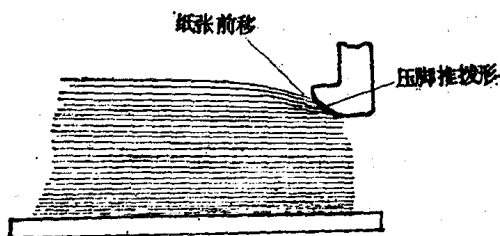

图2 吹风压脚磨损
7. 吹风压脚磨损：吹风压脚使用较久，前端压纸处磨损严重(如图2)。当它往下压着纸张时，在纸面上形成一个斜角，作用力改变了方向，将纸张向前推移，使纸堆表面上的十几张甚至几十张纸前移一段距离。在这种情况下，挡纸毛刷失去了作用，分纸吸风嘴下来吸纸时，吸在几张纸的纸边上，造成双张或多张故障。